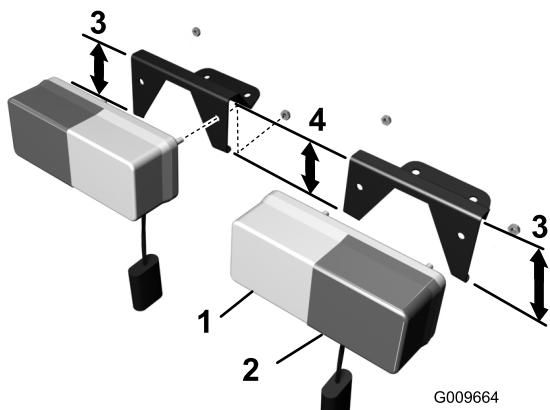

Рисунок 5
- Найдите кронштейны левого и правого световых сигналов. Кронштейны определяются по углу лицевой пластины и более длинной стойке, которая всегда будет находиться снаружи (Рисунок 5).
3. Совместите каждый световой сигнал с соответствующим кронштейном так, чтобы янтарная (сигнальная) лампа всегда была снаружи (Рисунок 5).